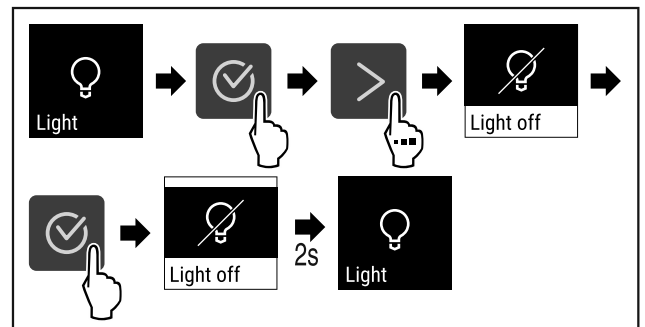

Fig. 68
- ▶ Proved'te akční kroky (viz Fig. 68) .